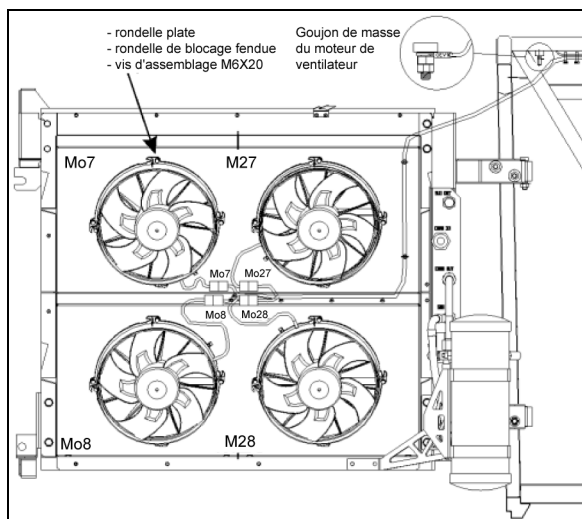

FIGURE 45 : VENTILATEURS DU CONDENSEUR
2. Débrancher le connecteur de faisceaux du ventilateur (Figure 45)